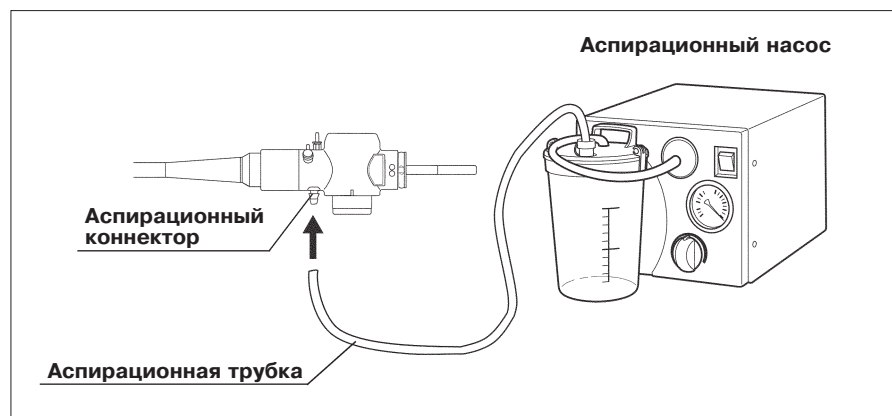

Рис. 3.15
8. Присоедините аспирационную трубку от насоса к входу для аспирации на коннекторе эндоскопа (см. рис. 3.15).